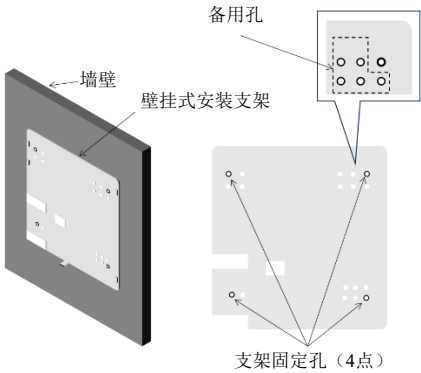

图3.4.5
- 将支架放置在预定安装位置的墙面上。随后用木螺钉固定支架（图3.4.5）。